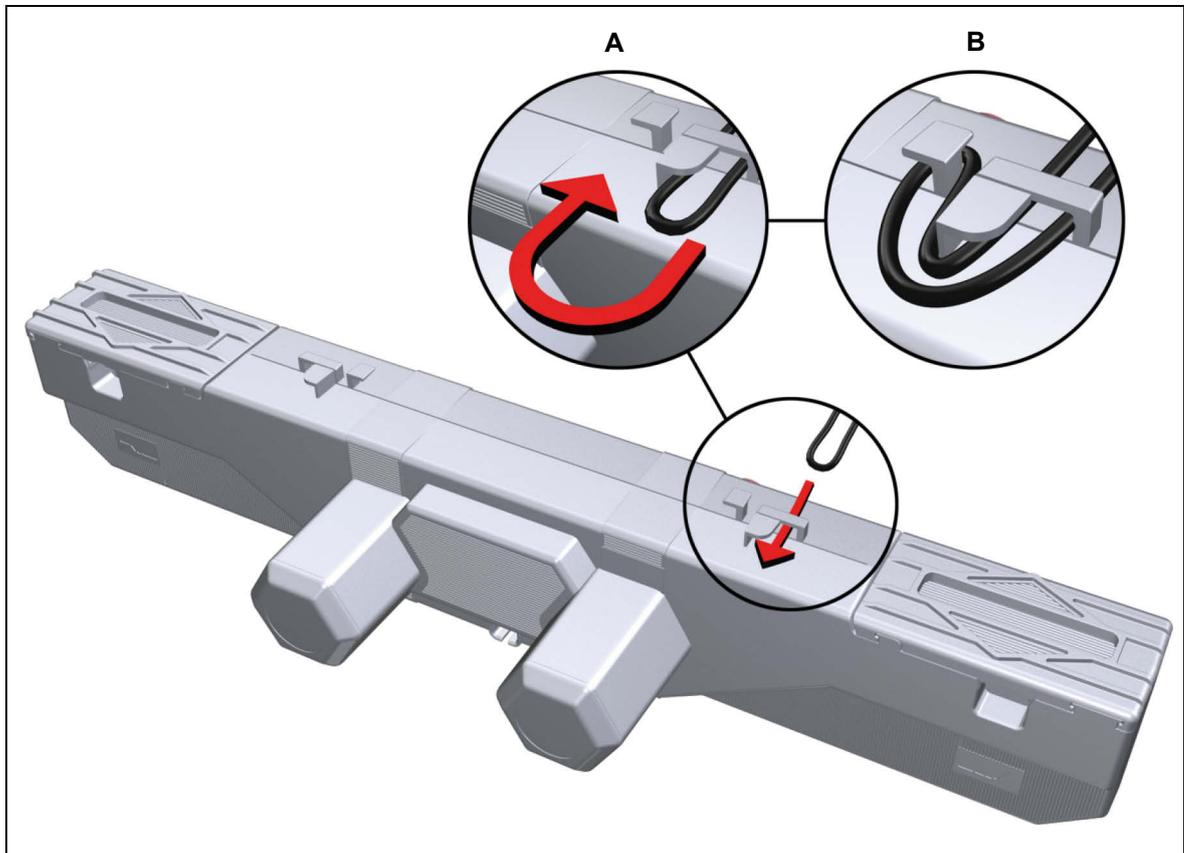

Abbildung 11 Kabel in die Zugentlastung einfädeln
- 2 Schieben Sie das Handschalterkabel in einer Schlaufe durch die Zugentlastung und ziehen Sie die Schlaufe leicht zurück, wie in Abbildung 11 gezeigt.